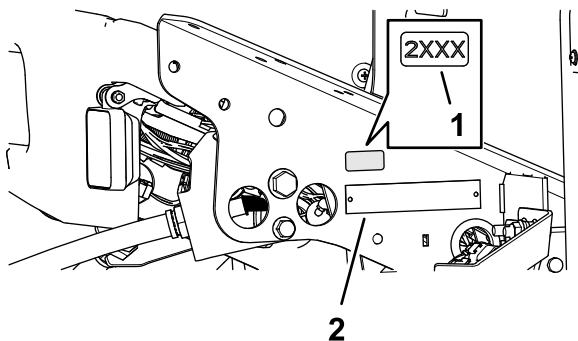

Bild 38
- Verwenden Sie Reinigungsalkohol und einen sauberen Lappen, um den Bereich der Bodenplattenhalterung zu reinigen, und lassen Sie Halterung trocknen (Bild 38).